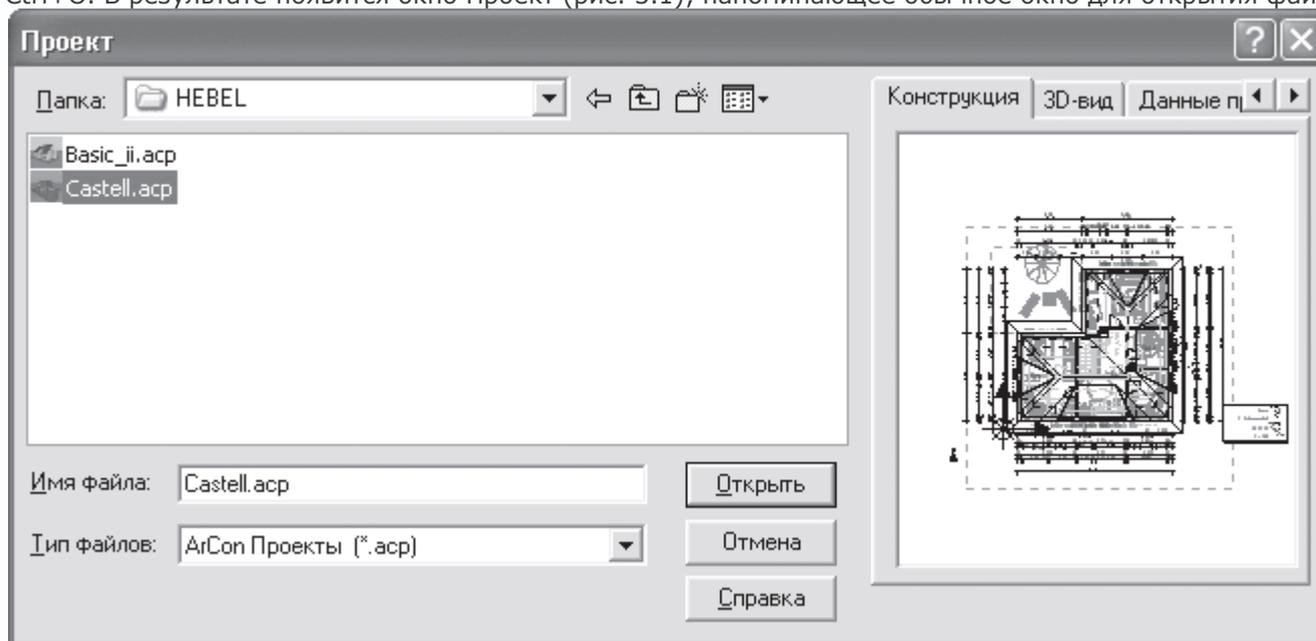

Рис. 3.1. Окно открытия ранее созданного проекта
Перед тем как приступить к изучению способов создания нового проекта, скажу несколько слов о том, как открыть уже существующий проект. Для этого предназначена команда Файл → Открыть, которую можно дублировать сочетанием клавиш Ctrl+O. В результате появится окно Проект (рис. 3.1), напоминающее обычное окно для открытия файла.
- Вкладка Конструкция содержит уменьшенное графическое изображение плана проекта, файл которого выделен в списке слева (см. рис. 3.1).